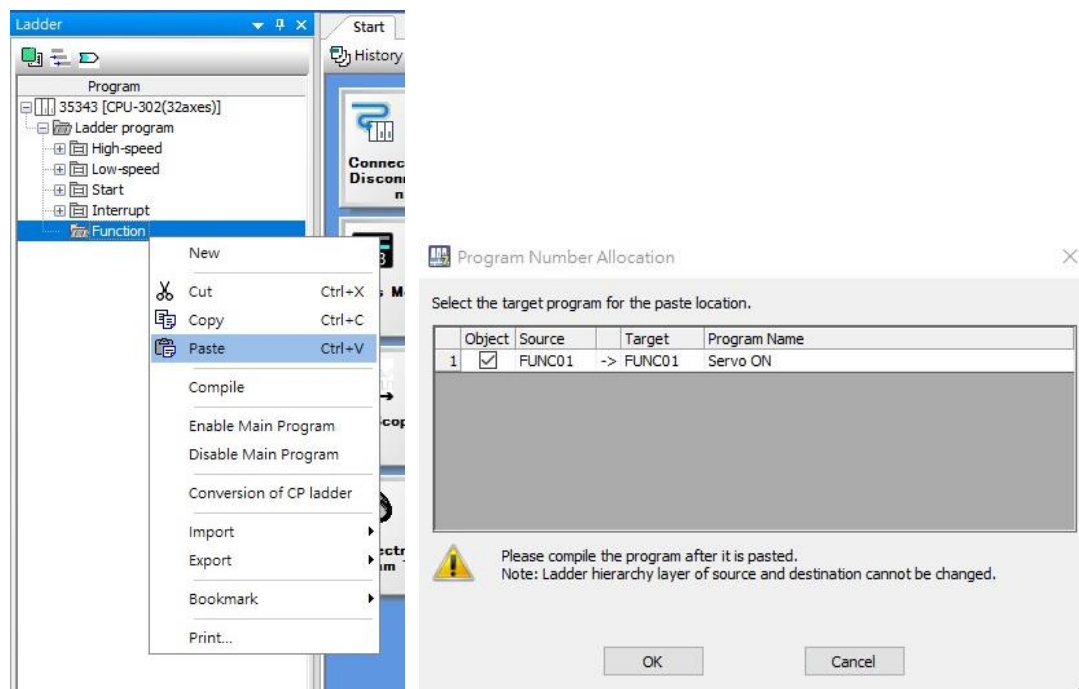

図 2.1
4. 使用するファンクションブロックをコピーし、オフライン状態でユーザー独自のプロジェクトファイルに貼り付けます。図 2.1 を参照してください。